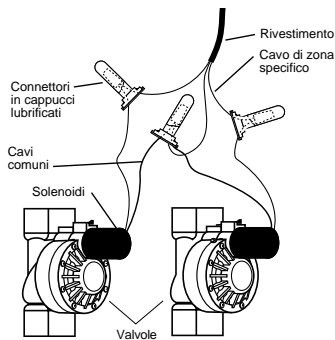

FIGURA 22: Collegamento dei fili del programmatore alle valvole
- Ogni valvola è dotata di due fili (fase e neutro), uno dei quali dev'essere collegato come neutro. I neutri di tutte le valvole possono essere collegati assieme ad un neutro comune facente capo al programmatore. Gli altri fili delle valvole devono essere collegati al filo della stazione di comando della valvola corrispondente [vedere Figura 22].